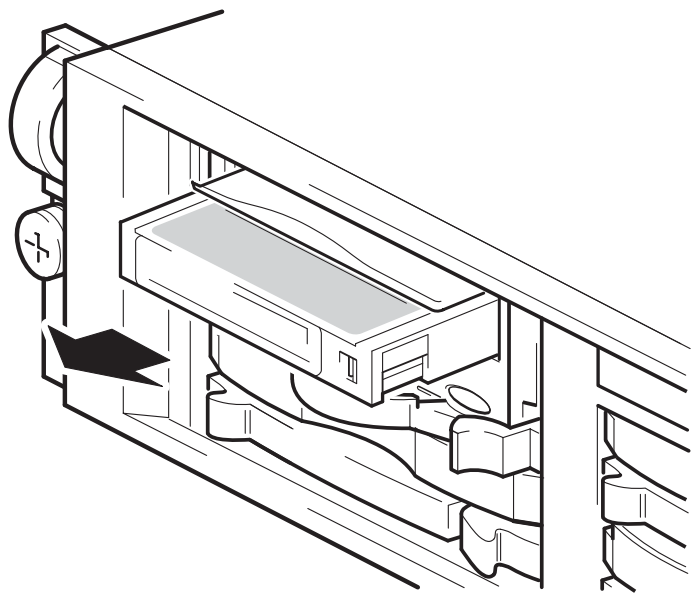

图 6b: 取出盒式磁带
- 1 按下前面板的 Eject（弹出）按钮。（见图 6b。）